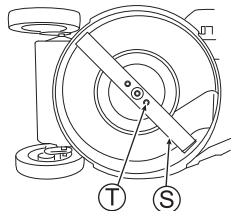

Fig. 40
2. Si la lame (S) ou ses boulons de montage de la lame (T) sont "usés", "cassés" ou "déformés", remplacez-les par des pièces neuves correspondant à nos spécifications.
3. Vérifiez que les boulons de montage de la lame (T) sont bien serrés au couple de serrage spécifié. (Voir Fig. 40)
2. Serrez complètement les boulons de montage de la lame (T) à la main.
4. Vérifiez que les boulons de montage de la lame (T) sont bien serrés au couple de serrage spécifié. (Voir Fig. 40)